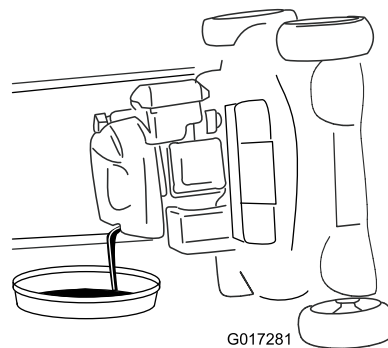

**Figura 30**
3. Retire la varilla girando el tapón en el sentido contrario a las agujas del reloj y tirando del mismo (Figura 30).
10. Observe el nivel de aceite en la varilla (Figura 30).